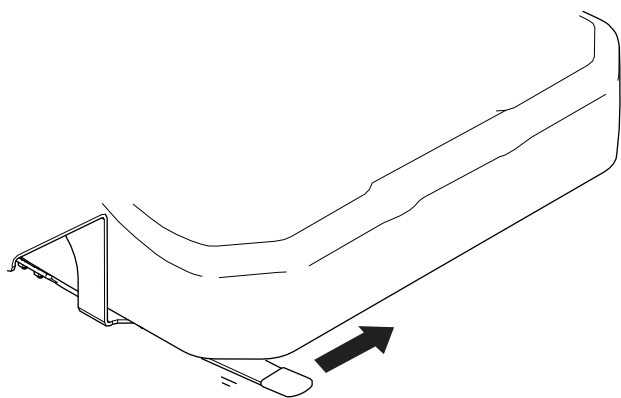

図 5
- **モデル 31980:** 調整レバーを左に引いて **図 5** 運転席を希望の位置にスライドさせ、その位置でレバーから手を離すと運転席が固定されます。